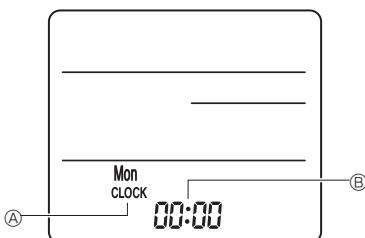

Fig. 6-8
3) Indstilling (indstilling af ur) (Fig. 6-8)
① Sæt batterier i, eller tryk på Ⓛ CLOCK-knappen med en spids genstand. [CLOCK] Ⓛ og [:] Ⓛ blinker.
② Tryk på Ⓛ RESET-knappen med en spids genstand.
③ Tryk på Ⓛ -knappen for at indstille tiden.